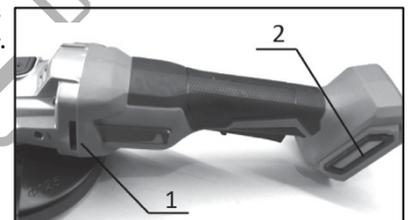

Fig. 12
Découpe à l'aide d'un disque à tronçonner (Fig. 12)
- Ne pas couvrir les orifices d'aération (Fig. 12) pendant le travail, car cela pourrait endommager l'outil en raison d'une surchauffe.